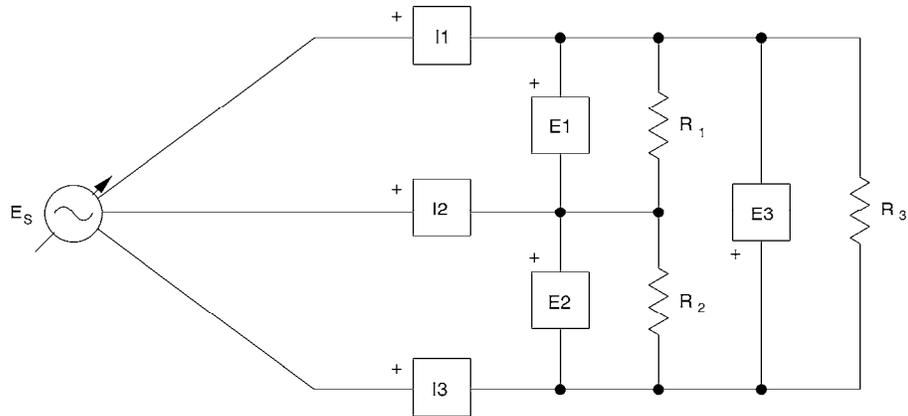

Figura 6-8. Medición de las corrientes de línea en una carga resistiva conectada en triángulo.
27. Conecte nuevamente las entradas medidoras I1, I2 e I3, como lo muestra la figura 6-8, para medir las corrientes de línea de la carga conectada en triángulo. Asegúrese de que E_S está ajustado con el mismo valor que el utilizado en la etapa 24. Seleccione el archivo de configuración existente *ES16-5.dai*. Mida y anote las corrientes de línea, luego apague la Fuente de alimentación. Determine la corriente promedio de línea.